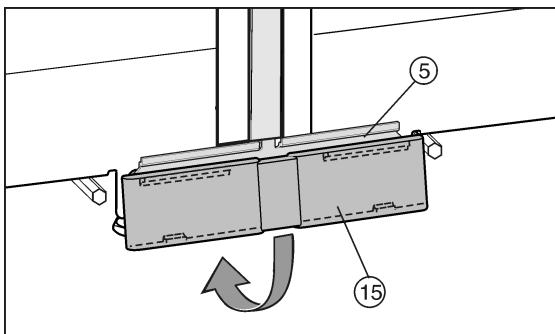

Fig. 28
- ▶ Mettre en place le cache Fig. 28 (15) inférieur par le haut sur la tête de jonction Fig. 28 (5) et le faire encliquer en bas.